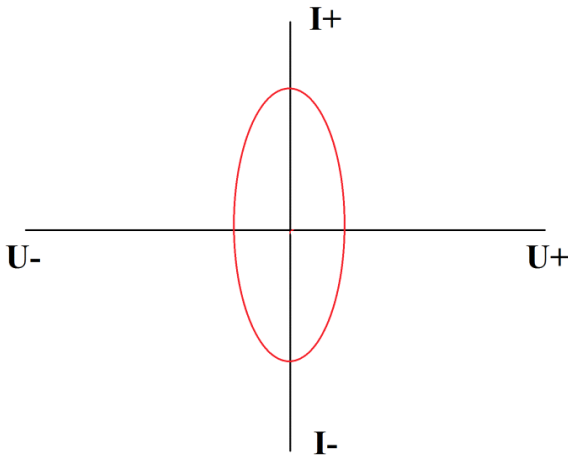

Рисунок 7. Внешний вид графика ВАХ конденсатора
- ВАХ конденсатора имеет форму эллипса (Рисунок 7).